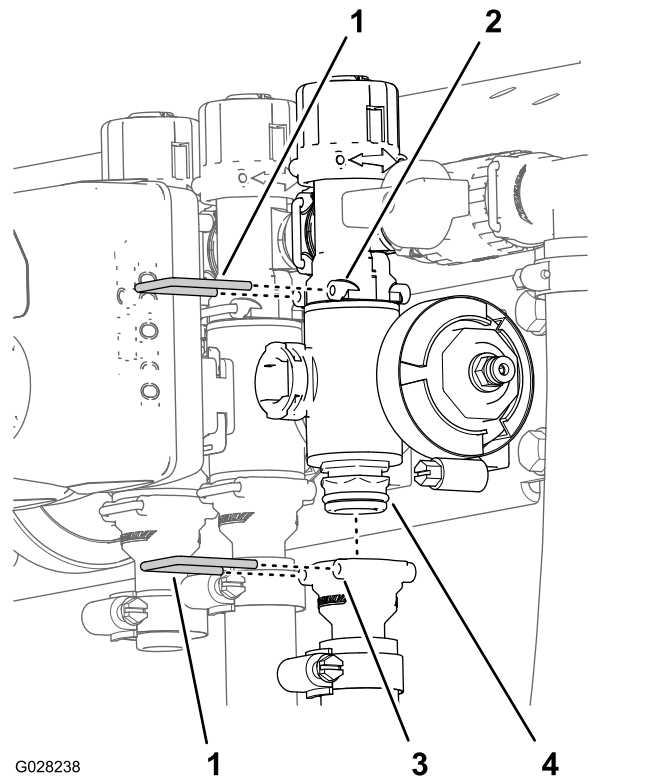

Figura 74
2. Rimuovete i fermi che fissano il raccordo di uscita al collettore per la valvola di sezione e il collettore della valvola al raccordo di bypass (Figura 74).